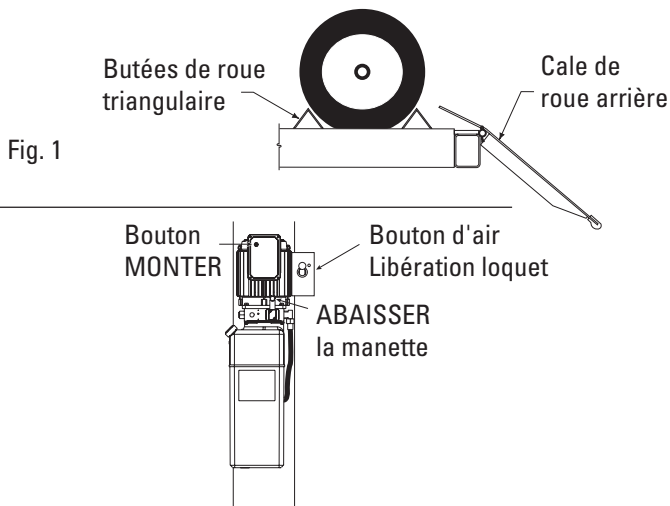

Fig. 1
3. Arrêter le véhicule lorsque les roues avant entrent en contact avec les butoirs de roues. En tout temps, s'assurer que les roues arrière sont en avant de la rampe/cales et pourront se dégager des pneus lorsque le pont élévateur sera levé, Fig. 1. Le chauffeur et les passagers doivent sortir de la voiture avant de la monter.
4. Placer les cales de roue triangulaire des deux côtés sur l'une des roues arrière, Fig. 1.
13. Abaisser complètement le pont élévateur, enlever les cales de roues triangulaires et s'assurer que la zone est dégagée avant de retirer le véhicule du pont élévateur, Fig. 1.